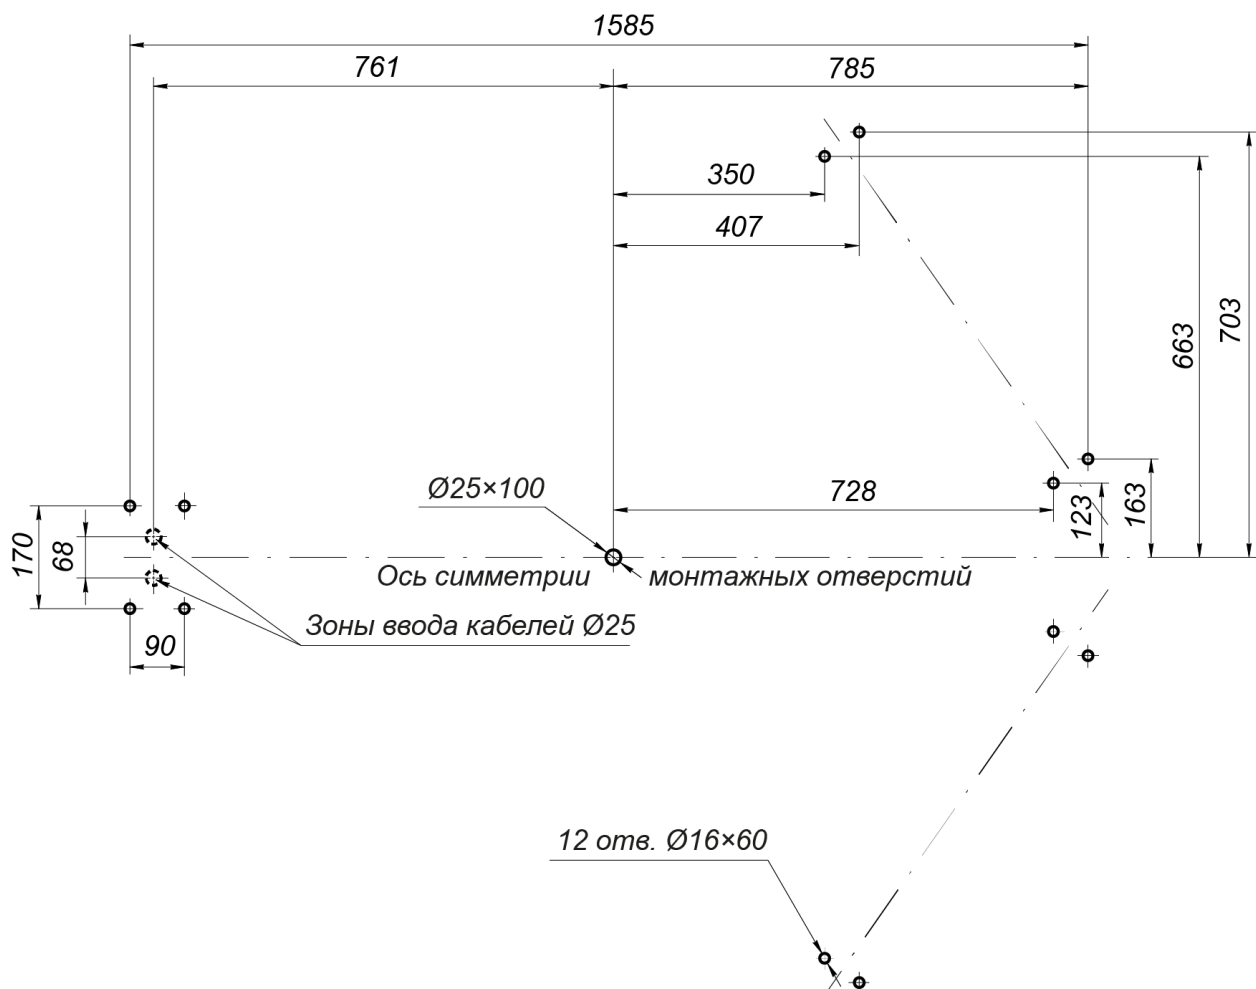
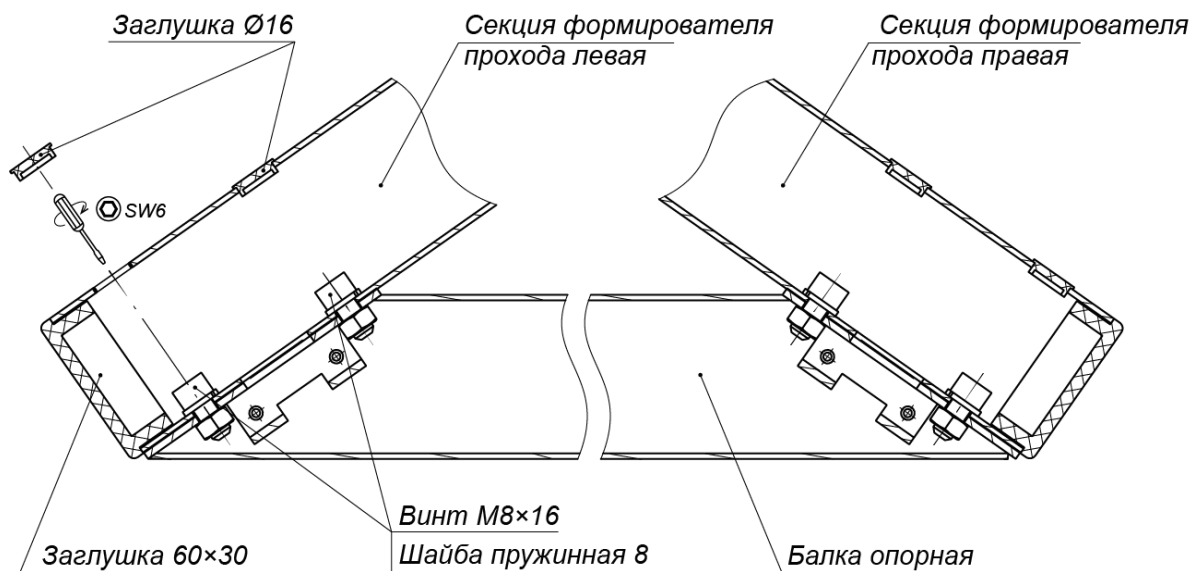

Рисунок 12. Схема разметки для монтажа турникета
Рисунок 13. Крепление балки опорной (7) к секциям (6) формователя прохода
3. Выполните на установочной поверхности разметку отверстий для монтажа турникета. Используйте шаблон из комплекта поставки, но затем обязательно проверьте истинность расстояний в соответствии с рис. 12.
- Установите секции (6) формователя прохода на установочную поверхность, ориентируя отверстия в опорных фланцах по расположению анкеров. При этом левая и правая секции должны быть правильно выставлены и сориентированы: блоки индикации формователей должны быть развернуты от оси симметрии (см. рис. 12) и учтено расположение на секциях мест крепления опорной балки (см. рис. 13).
9. Установите балку опорную (7) на секции (6) формователя прохода:
- Закрепите балку опорную на секциях формователя прохода четырьмя болтами M8×16 (ключ SW6) из комплекта сборочно-монтажных принадлежностей (ящик №4). При уличном монтаже стыки опорной балки с секциями формователя прохода рекомендуется герметизировать, используя атмосферостойкий силиконовый герметик по инструкции производителя (см. рис. 13).
10. Распакуйте стойку с преграждающими планками (5) (ящик №4).
11. Установите стойку с преграждающими планками (5) (работайте вдвоем!):
- Для варианта прокладки кабелей питания и управления через кабельные каналы в установочной поверхности снизу: положите стойку с преграждающими планками (5) на установочную поверхность таким образом, чтобы опорный фланец находился рядом с зоной отверстия А. Затем, используя монтажную проволоку, протяните кабели через нижнее отверстие в преграждающей стойке со стороны фланца вверх по стойке до ее верхнего отверстия. Выпуск кабелей на выходе из верхнего отверстия должен составлять 0,8 - 1,0 м. Временно зафиксируйте концы кабелей на верхней планке преграждающей стойки (к примеру, с помощью липкой ленты).
- Установите стойку с преграждающими планками на отверстия с анкерами в установочной поверхности по оси симметрии, при этом фланец должен встать на зону А, а место нижнего узла вращения (3) – на отверстие с анкером М16 (см. рис. 12).
17. Окончательно затяните анкерные болты крепления к установочной поверхности опорных фланцев стойки с преграждающими планками (5) и фланцев секций (6) формователя прохода. При возникновении перекосов в силовых элементах конструкции турникета допускается использовать монтажные прокладки.
19. Закройте пластиковыми заглушками Ø16 отверстия для болтов соединения секций ротора (2) и отверстия крепления балки опорной (7) к секциям (6) формователя прохода (см. рис. 13 и 20).